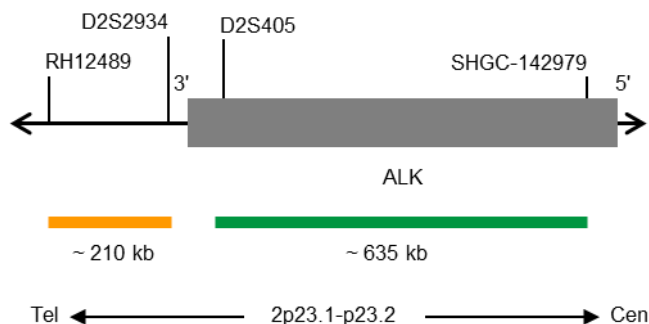

Fig. 1. SPEC ALK Mapa de la sonda (no está a escala)
- Polinucleótidos marcados en verde (excitación a 503 nm/emisión a 528 nm) ZyGreen (~10 ng/ μ l), dirigidos a secuencias localizadas en 2p23.1-p23.2* (chr2:29,460,144-30,095,822) proximales a la región del punto de ruptura de ALK (ver Fig. 1).
- Polinucleótidos marcados en naranja (excitación a 547 nm/emisión a 572 nm) ZyOrange (~4,5 ng/ μ l), dirigidos a secuencias localizadas en 2p23.2* (chr2:29,174,204-29,383,335) distales a la región del punto de ruptura de ALK (ver Fig. 1).